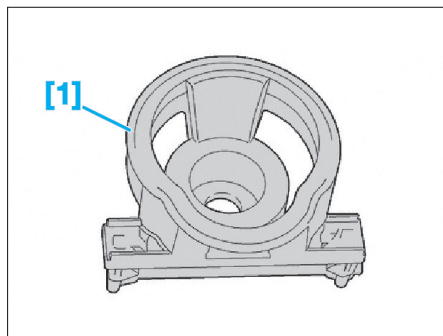

Fig. 1
- [1]. Outil de blocage du volant de direction à commandes centrales fixes (réf : 9702-T) (Fig.1).